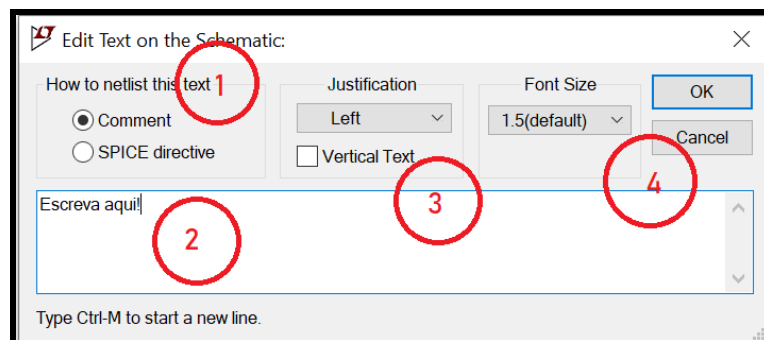
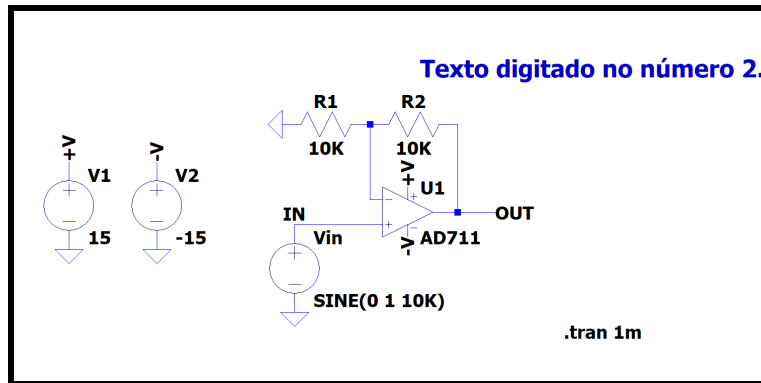

Figura 4.12.2: Configurando a caixa de texto.
Figura 4.12.3: Exemplo de uso da caixa de texto.
Para configurar a caixa de texto, é necessário, na janela que será aberta ao clicar em *Text*, como na figura 4.12.2, selecionar em (1) a opção *Comment*, (2) digitar o texto que se deseja utilizar, (3) escolher como o texto será justificado e, caso queira, selecionar a caixa *Vertical Text* para deixar o texto vertical e (4) selecionar o tamanho da fonte. Após essas ações, é necessário clicar em *OK* e posicionar o texto no local desejado, conforme a figura 4.12.3